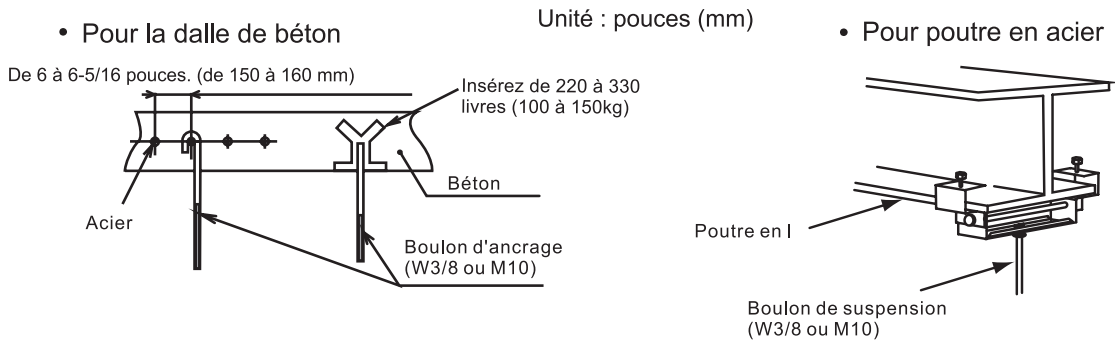

Fig.3.4 Boulons de suspension montés
- (3) Vérifiez que le plafond est horizontal, sinon le drainage ne peut pas s'écouler.
- (4) Renforcez les parties ouvrantes du faux-plafond.
- (5) Montez les boulons de suspension, comme indiqué sur la Fig. 3.4.